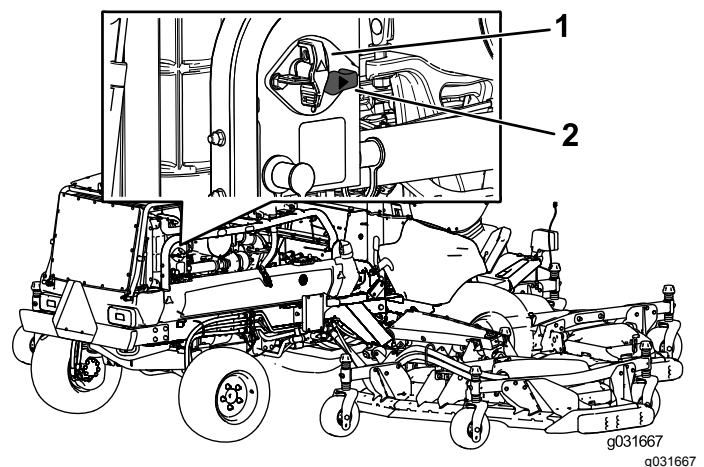

Figura 80
- Per eccitare la macchina elettricamente, ruotate l'interruttore di scollegamento della batteria in senso orario in posizione di ACCENSIONE (Figura 80).
- Per diseccitare la macchina elettricamente, ruotate l'interruttore di scollegamento della batteria in senso antiorario in posizione di SPEGNIMENTO (Figura 80).